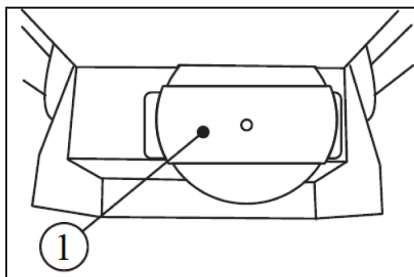

Рис. 4
1. Отсоедините нижний защитный кожух (1), открутив 2 винта (Рис. 4).